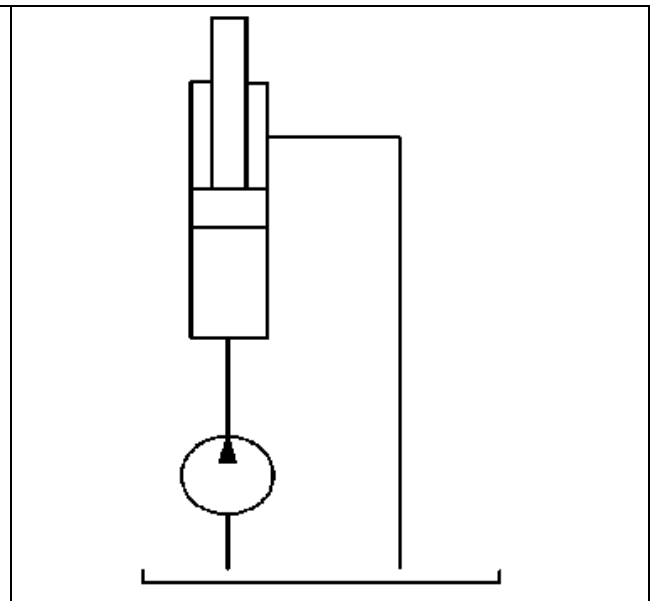

Рисунок 22
23. При работе гидроцилиндра (рис. 22) с диаметром поршня $D = 350$ мм, давление в поршневой полости равно $p_n = 10$ МПа, давление в штоковой полости $p_{шт} = 0,3$ МПа, расход рабочей жидкости $Q = 0,5$ л/с. Определить полезную и потребляемую мощности гидроцилиндра, если механический КПД $\eta_m = 0,95$; объемный $\eta_{об} = 1,0$; гидравлический $\eta_r = 1,0$; диаметр штока $d = 100$ мм.